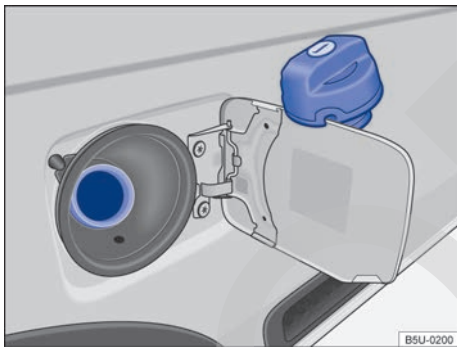

Fig. 130 Portezuela del depósito de combustible abierta con la tapa del depósito de combustible colgada.
- Girar la tapa del depósito de combustible en sentido antihorario y encajar la tapa en la bisagra de la portezuela del depósito de combustible ⇒ fig. 130.